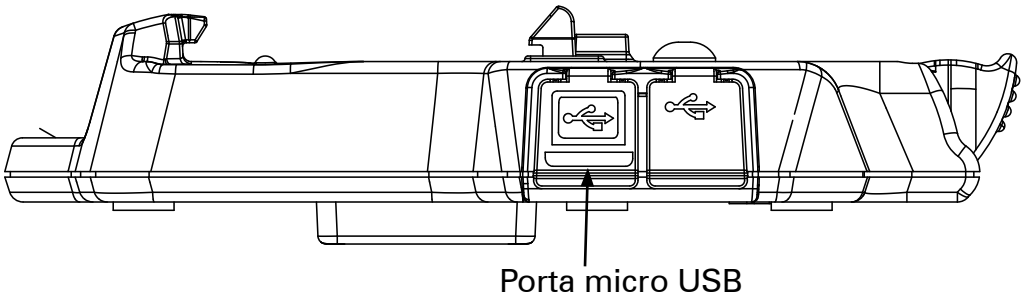

Figura 6: Porta micro USB
- Conecte a base e o PC/Laptop por meio de uma porta micro USB (ver figura 6).